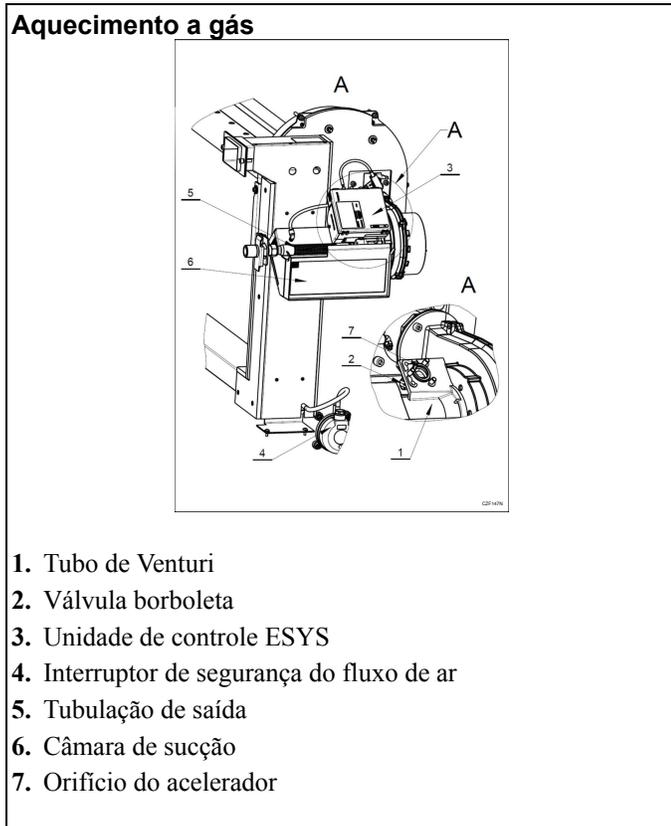

Figura 21
NOTA: Consulte a Figura 21 para ver as descrições de legenda a seguir.
- Cada tipo de gás individual (e a respectiva pressão de conexão operacional do gás) sempre terá uma configuração exata da válvula de aceleração (2) do tubo de Venturi (1) e um conjunto de dados/parâmetros da unidade de controle ESYS (3). Consulte Figura 21. Ao mesmo tempo, cada máquina tem um interruptor de fluxo de ar de segurança (4) individualmente definido. Esta válvula de segurança evita a operação do sistema de aquecimento a gás caso a resistência — perda de pressão máxima no lado da exaustão, pz máx. (consulte Tabela 9) — exceda o limite permitido ou a exaustão seja danificada.
- Todas as versões (LPG) são ajustadas pelo orifício do acelerador (7).
- O método de conversão depende do tipo de cabeçote de pré-mistura, consulte *Figura 21*. Ou seja, execução (N, C, U, H).
- A conversão de máquina pode ser realizada somente por meio da substituição do kit de conversão, que contém (consulte *Figura 21*):
- Tubo de Venturi configurado/ajustado e vedado (1)
- Unidade de controle codificada ESYS (3) com parâmetros corretamente definidos
- O orifício de estrangulamento (7) – não é incluído em todos os kits de conversão
- ASP = Posição do parafuso de ajuste do manifold Venturi ajustado (2), consulte *Figura 21*.
TRANSIÇÃO PARA OUTRO TIPO DE GÁS – EXECUÇÃO (N, C, U, H) *Figura 21, Figura 3:*